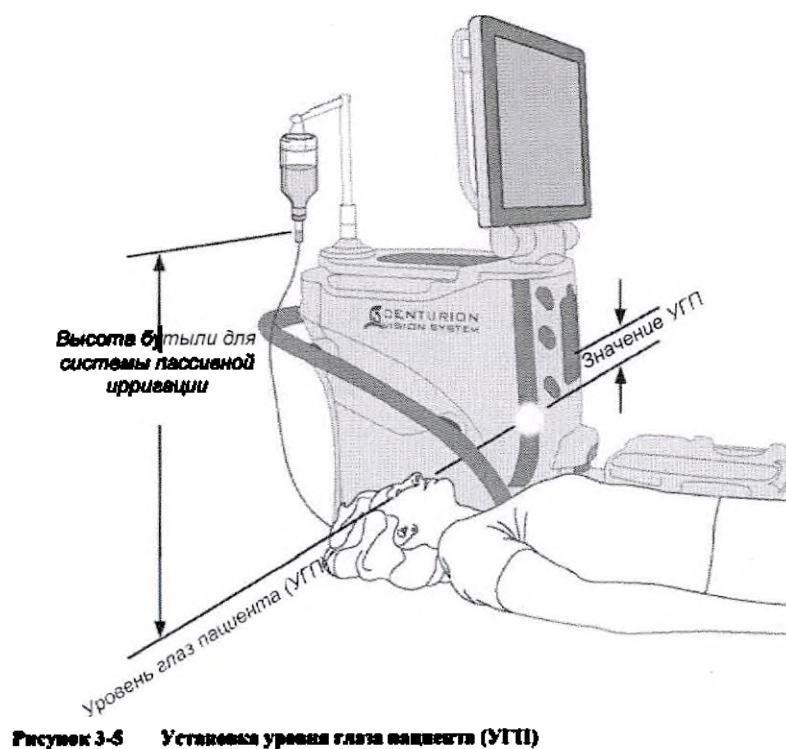

Рисунок 3-5 Установка уровня глаза пациента (УГП)
15. После успешного тестирования рукоятки проверьте и отрегулируйте уровень глаз пациента в соответствии со световым индикатором уровня на приборе (см. рисунок 3-5). Если шаг проверки уровня глаз пациента активирован, то он отобразится на экране установки. После завершения регулирования уровня глаз нажмите зеленую контрольную метку для перехода к экрану хирургии и первому шагу процедуры.